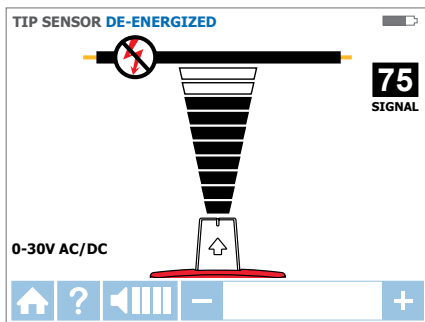

图3.2c
2. 利用箭头键高亮显示“De-Energized TIP SENSOR”(不带电探针传感器)模式，然后按黄色“ENTER”(确认)按钮，选中该模式。屏幕显示如图3.2c所示